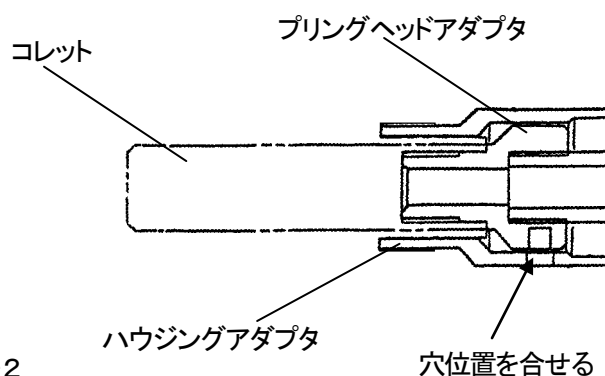
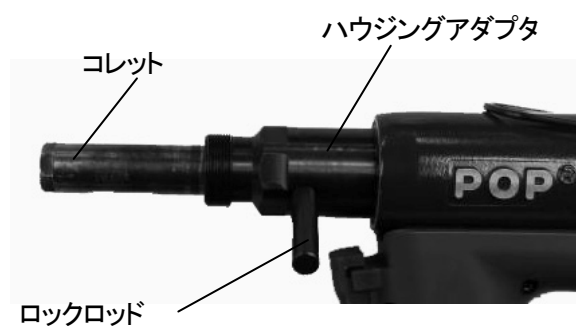

図6-2
図6-3
- (2) コレットをスパナで回し、ハウジングアダプタの側面の穴とプリングヘッドアダプタの穴を合せ、付属のロックロッド(PRS1000HK-06)を差込み、これにてプリングヘッドアダプタを固定し、スパナでコレットを外してください。(図6-2、図6-3)
- (3) 組付はロックロッドにてプリングヘッドアダプタを固定し、コレットを締め込んでください。(図6-3)
- (4) アンビルをハウジングアダプタ外に差込み、ロックナットをスパナで締め込んでください。